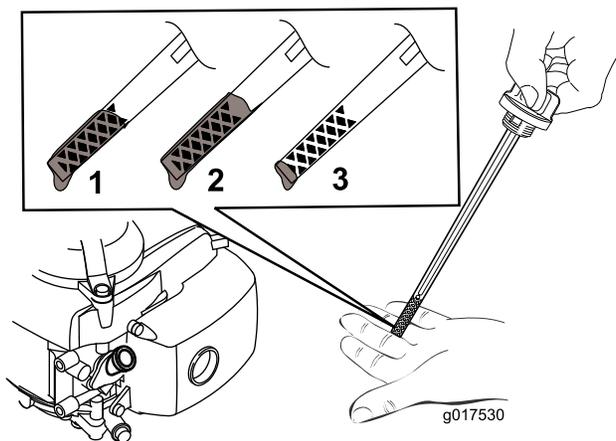

Рисунок 5
2. Извлеките масломерный щуп (Рисунок 5).
**Примечание:** Заливайте масло в картер двигателя до тех пор, пока масломерный щуп не покажет, что достигнут нужный уровень масла в двигателе, как показано на Рисунок 5. В случае перелива слейте некоторое количество масла из двигателя, как описано в разделе «Замена моторного масла».